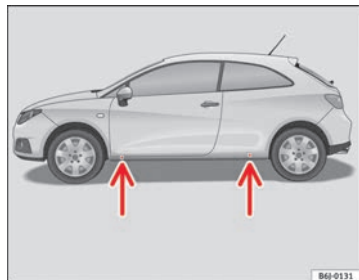

Fig. 137 Punti di appoggio per il cric
- Applicare il cric al longherone inferiore del veicolo nel punto di appoggio più vicino alla ruota da sostituire ⇒ fig. 137.
Sul montante inferiore sono segnati i punti a cui applicare il cric ⇒ fig. 137. Per ogni ruota esiste un unico punto di sollevamento. Non collocare il cric in altri punti.